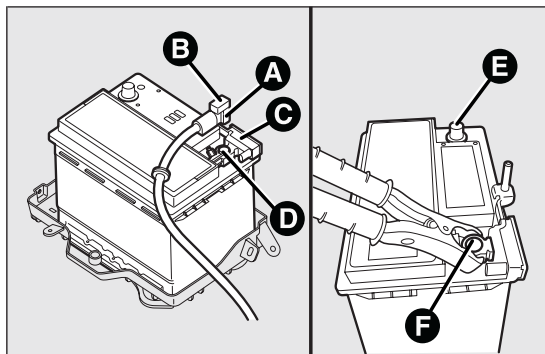

fig. 175
### in presenza del sistema Start&Stop (RADSOK): fig. 175
- ☐ collegare il cavo positivo dell'apparecchio di ricarica al polo positivo di batteria E ed il cavo negativo al morsetto del Sensore IBS F come da fig. 175;
- ☐ dopo aver scollegato l'apparecchio di ricarica, ricollegare il connettore A al Sensore IBS C come da fig. 175.